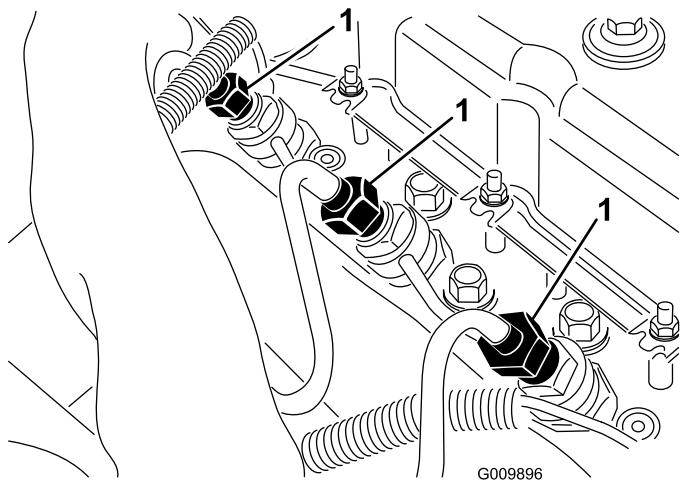

Figura 48
1. Allentate il raccordo del tubo a uno degli iniettori di carburante (Figura 48).